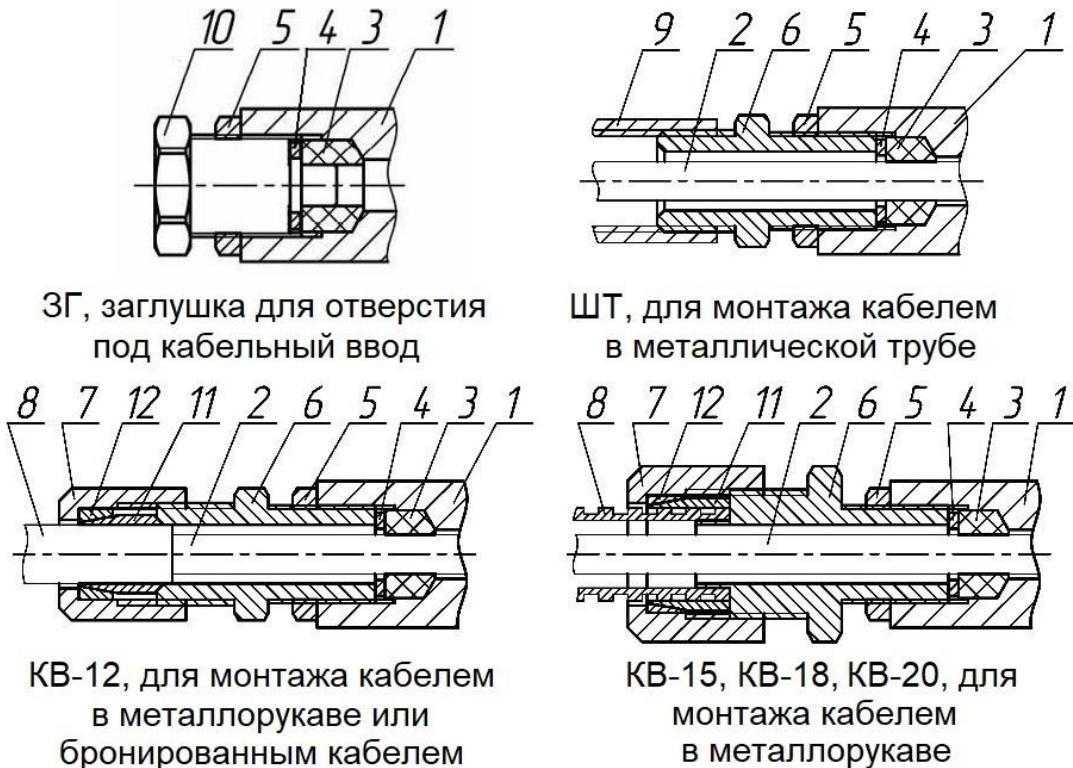

Рисунок 12 – Вводные устройства с одинарным уплотнением
3. **Кабельные вводы** (в комплект не входят, поциальному заказу) – вид кабельных вводов выбирается по таблице №4, рис. 12, 13.